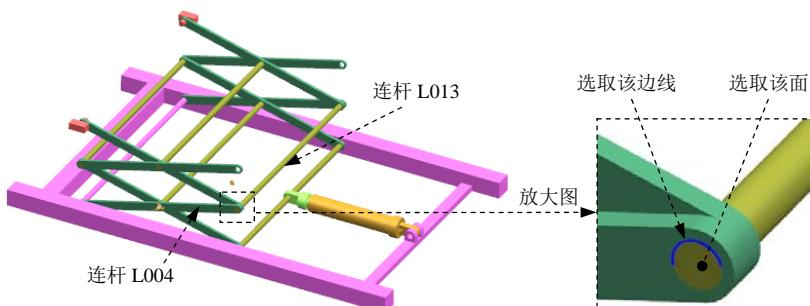

图 10.5.15 定义旋转副（五）
(1) 定义运动副类型。在“运动副”对话框 **定义** 选项卡的 **类型** 下拉列表中选择 **旋转副** 选项。
(2) 选择连杆。选取图 10.5.15 所示的连杆 L013。
(3) 定义原点及矢量。在“运动副”对话框的 **指定原点** 下拉列表中选取“圆弧中心” 选项，在模型中选取图 10.5.15 所示的圆弧为定位原点参照；选取图 10.5.15 所示的面作为矢量参考面。
(4) 添加啮合连杆。在“运动副”对话框的基本 区域中选中 **啮合连杆** 复选框，单击 **选择连杆 (0)**，选取图 10.5.15 所示的连杆 L004。
(5) 定义啮合连杆原点及矢量。在“运动副”对话框基本 区域的 **指定原点** 下拉列表中选取“圆弧中心” 选项，在模型中选取图 10.5.15 所示的圆弧为定位原点参照；选取图 10.5.15 所示的面作为矢量参考面。
(6) 单击 **应用** 按钮，完成第七个运动副的添加。